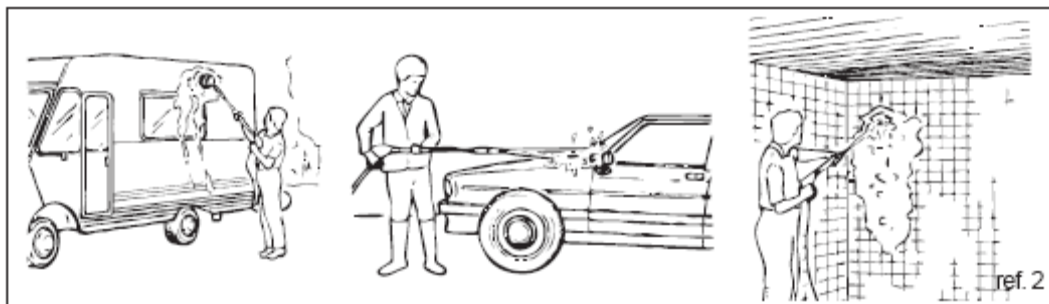

Рис. 2
- При любом использовании мойки высокого давления, мы рекомендуем удерживать пистолет в правильном положении, при этом одна рука должна быть на ручке, а другая на струйной трубке, как показано на рис. 2.